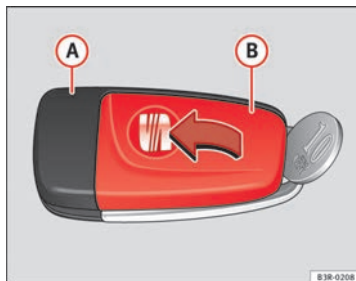

Abb. 69 Hauptschlüssel:
- Schlüsselteil ⇒ Abb. 69 **A** und Deckel **B** mit einer Münze **vorsichtig** auseinander hebeln.